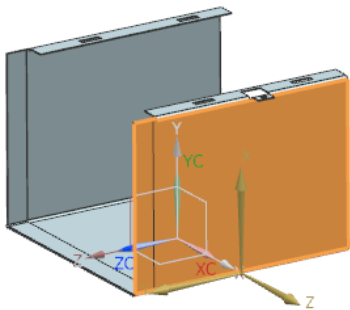
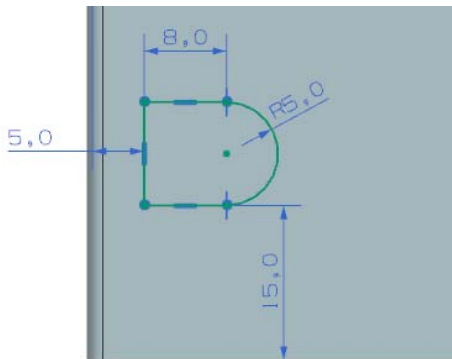

图 7-117 选择草图工作平面
图 7-118 绘制草图
(3) 在视图区选择如图 7-117 所示的平面为草图工作平面, 单击  按钮, 进入草图绘制环境, 绘制如图 7-118 所示的草图。